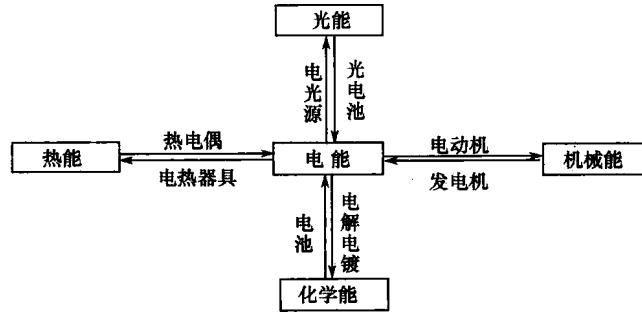

图 1-1 电能与其他形式的能之间可相互直接转换
电能是一种二次能源，它可以由机械能、化学能、光能、热能等直接转换成电能，电能也可以方便地转换成机械能、光能、化学能和热能（图 1-1）。
(1) 电能与多种其他形式的能之间可以方便地相互直接转换。这种转换，不需要其他中间环节（图 1-1）。因此，也就降低了能量转换过程中的各种损耗。
(2) 传输方便 电能的传输，可以通过输电线路完成，不需要车船或管道等输送设备。这种传输方式比其他能源的输送方式损耗小，维修费用低。